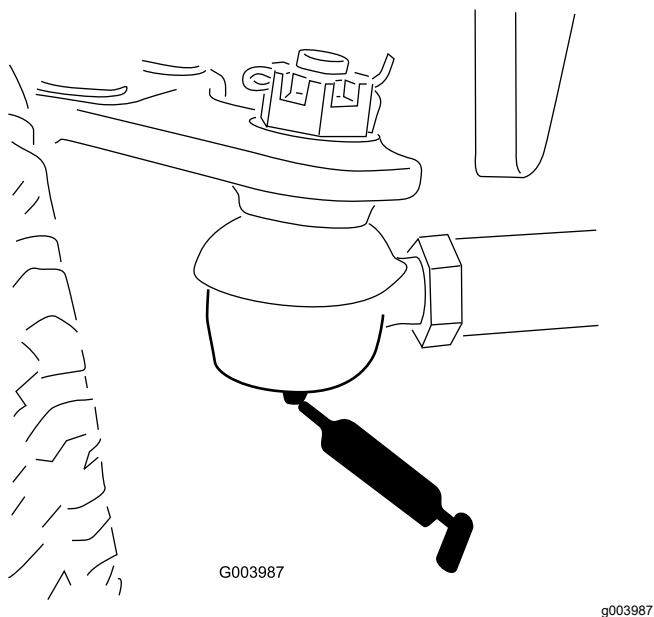

Figura 68
- Tijă ax spate (2) - Figura 68